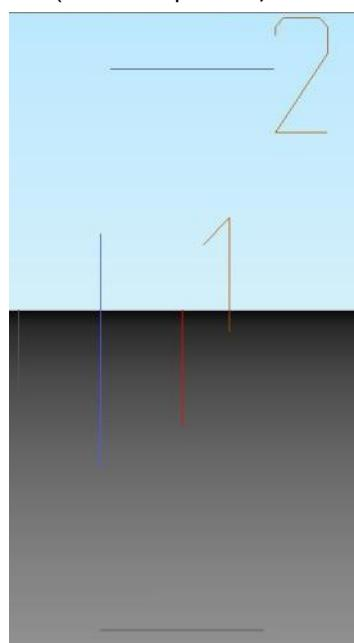

Рисунок 14. Продление элементов
9. Укажите последовательно элемент, который необходимо продлить (линия 1, рис. 14) затем элемент, до которого надо продлить (линия 2, рис. 14).